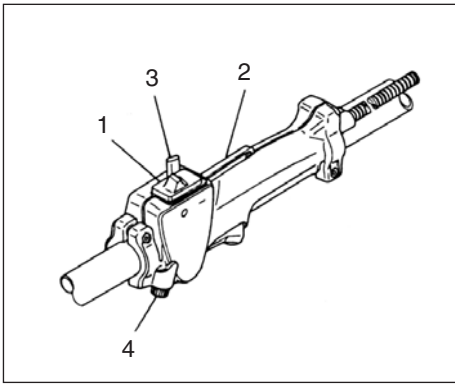

Fig.2-5
Starten (Fig. 2-5)
De gasbegrenzer (4) dient ertoe om de max. opening van de gashendel aan te passen. In de fabriek werd de gasbegrenzer op volledige opening ingesteld. (indien aanwezig) (Fig. 2-5)